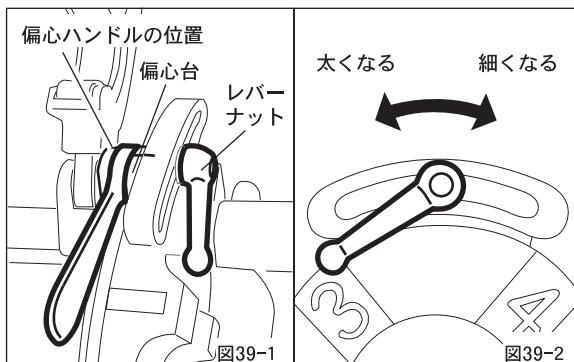
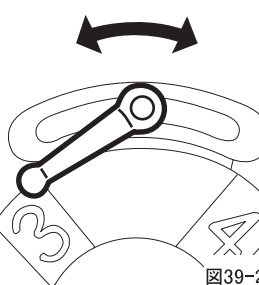

図39-1
図39-2
- ①ねじ切り寸法を合わせる時には、偏心ハンドルをかならず手前に倒してから、ダイヘッドのねじ切りサイズ寸法と偏心台の目盛りを合わせてください。（図39-1）
- ②レバーナットをしっかりと締めてください。
- ③太め、細めのねじを切るには、偏心台の目盛りをサイズ目盛りの線より手前にずらして合わせると太く切れ、反対に向側にずらして合わせると細く切れます。（図39-2）